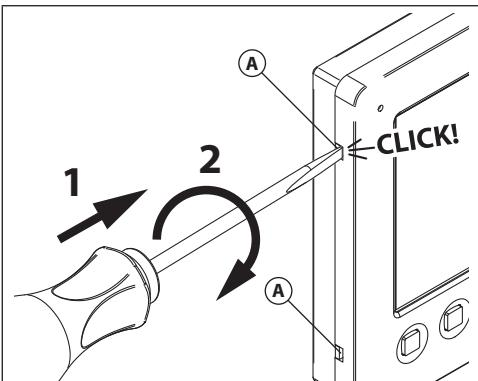

Fig. 1
- Per installare il videocitofono è necessario aprirlo separando la base dal coperchio che ospita tutta l'elettronica dello stesso: inserire la punta di un giravite piatto da 5.5mm nella clip **A** dopodiché ruotare in senso orario fino a che non si udirà un "CLICK!". Ripetere la stessa operazione con l'altra clip come mostrato in **Fig. 1**.